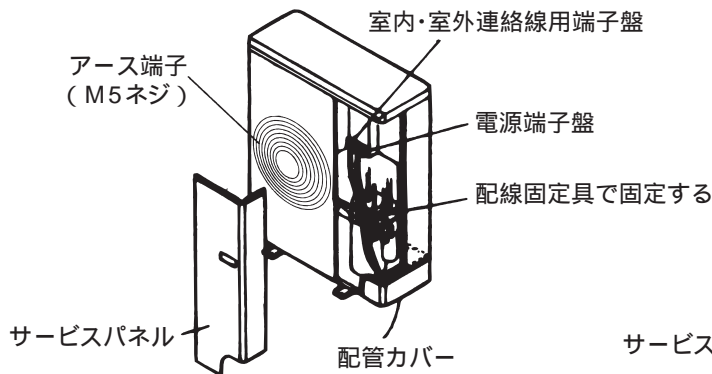

図1
- (1) サービスパネルをネジ2本にて取外してください。(図1)
別売吹出ダクトを本体に取付け、先端のダクトリングを外します。(図1)